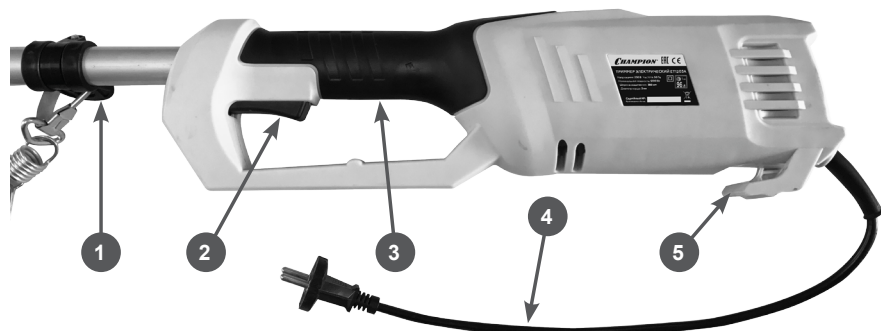

Рис. 2 Основные узлы и органы управления (корпус электродвигателя)
4. Установите на верхнюю штангу рабочую рукоятку. Вставьте болт крепления рукоятки с левой стороны (смотреть по ходу движения) до упора (Рис. 6А) и закрутите барашковую гайку (Рис. 6В), не затягивая ее. Возьмите триммер правой рукой за рукоятку управления 3 (Рис. 2), а левой за рабочую рукоятку. Установите рабочую рукоятку в наиболее удобное для Вас положение, после чего затяните барашковую гайку.
5. Наденьте ремень и подвесьте триммер за карабин, закрепив его на скобе крепления ремня 1 (Рис. 2). Удержи-
Во избежание преждевременного выхода кабеля включения из строя закрепите удлинитель с помощью крючка 5 для крепления кабеля (Рис. 2). Для этого сделайте на конце удлинителя петлю длиной 20–25 см, вставьте ее в прорезь в крючке для крепления кабеля, протяните оставшийся кабель через петлю, после чего затяните петлю.
Для включения триммера нажмите на кнопку 2 выключателя (Рис. 2).